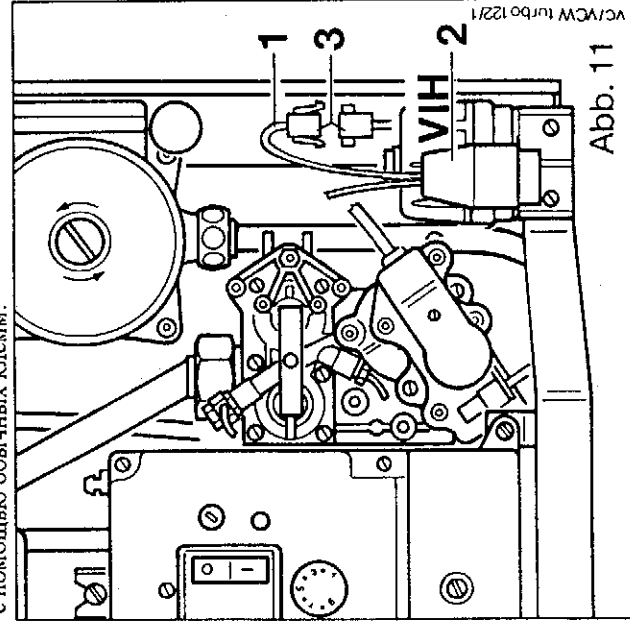

Abb. 11
- а) Отвинтить винт (8) на крышке щитка.
- б) Отвинтить накладную гайку кнопки разблокировки (10).
- в) Вывинтить винт (9) на плате выключателей.
- д) Аккуратно потянуть вперед крышку щитка переклочений (7) и поднять ее вверх.
- е) Вывинтить два винта (16) на обратной стороне платы (15) и вынуть плату из щитка.
- ж) Теперь обеспечен доступ к штекерному штифту - маркировка 14 - на лицевой стороне платы (15) для подключения. Расположение штекерного штифта на плате см. на рис. 11.